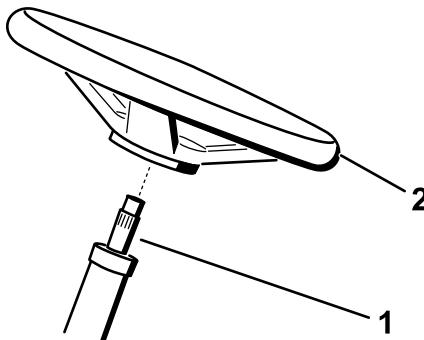

Рисунок 6
2. Установите рулевое колесо на рулевой вал (Рисунок 6).